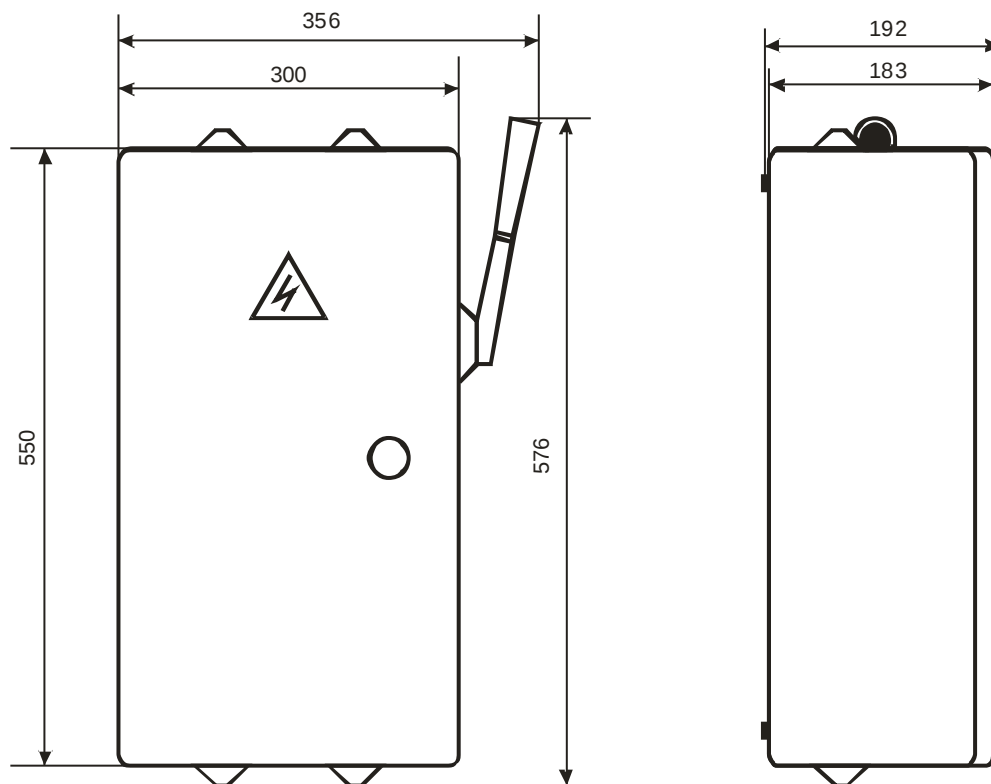

Рис.1. Внешний вид, габаритные и установочные размеры корпуса ящика силового ЯРП-250-Узола.
2.13. Габаритные и установочные размеры	- см. рис.1;